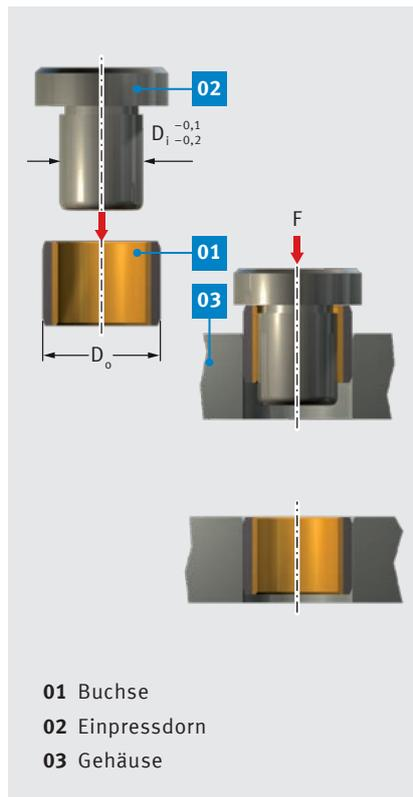

Abb. 52: Bündig einpressen $D_o \leq 55$ mm
- bündiges Einpressen mit Dorn ohne Hilfsring gemäß Abb. 52